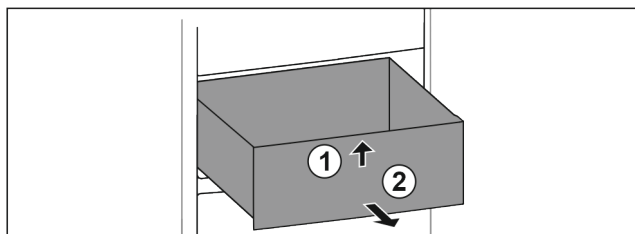

Fig. 58
- ▶ Приподнимите выдвижной ящик спереди. Fig. 58 (1)
- ▶ Извлеките выдвижной ящик движением вперед. Fig. 58 (2)